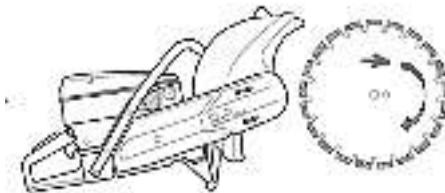

Рис. 5 Проверка направления вращения диска
- Проверьте направление вращения диска. Убедитесь, что диск будет вращаться в направлении, указанном стрелкой на диске. Направление вращения показано стрелками на кожухе режущего узла бензореза и полотне диска (Рис. 5). Определите какой стороной требуется установить диск на бензорез, чтобы направление вращения шпинделя и диска совпадали (Рис. 5).